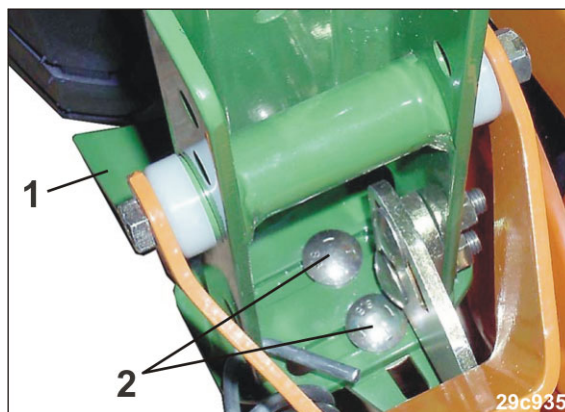

Fig. 232
1. Soltar os parafusos (Fig. 232/2).
2. Regular o raspador de rodas (Fig. 232/1).